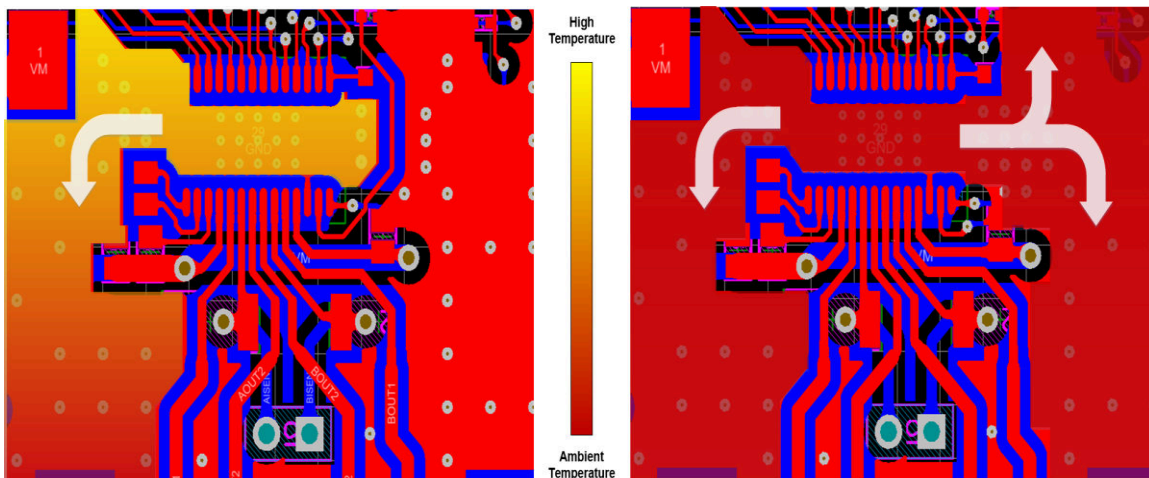

图 7-8. 中断接地平面覆铜与连续接地平面覆铜的热图
- 尝试让整个系统/电路板使用一个大的不间断单一接地平面。接地平面可在 PCB 底层制成。图 7-8 所示为驱动器下方收缩的与连续的接地平面覆铜引起的温升示例。